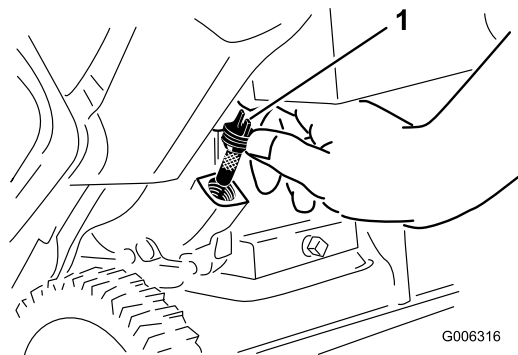

Figure 20
6. Nettoyez la surface autour du bouchon de remplissage d'huile (Figure 20).
7. Dévissez et retirez le bouchon de remplissage (Figure 20).